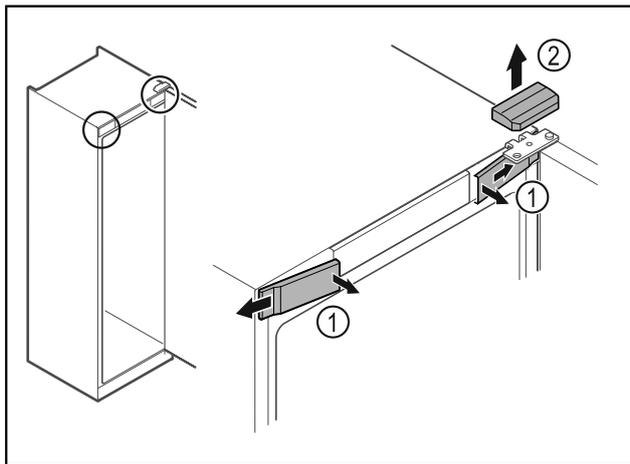

Fig. 8 *
- ▶ Décrocher les caches avant Fig. 8 (1) du côté intérieur et les retirer vers l'extérieur.*
- ▶ Retirer le cache supérieur Fig. 8 (2) vers le haut.*